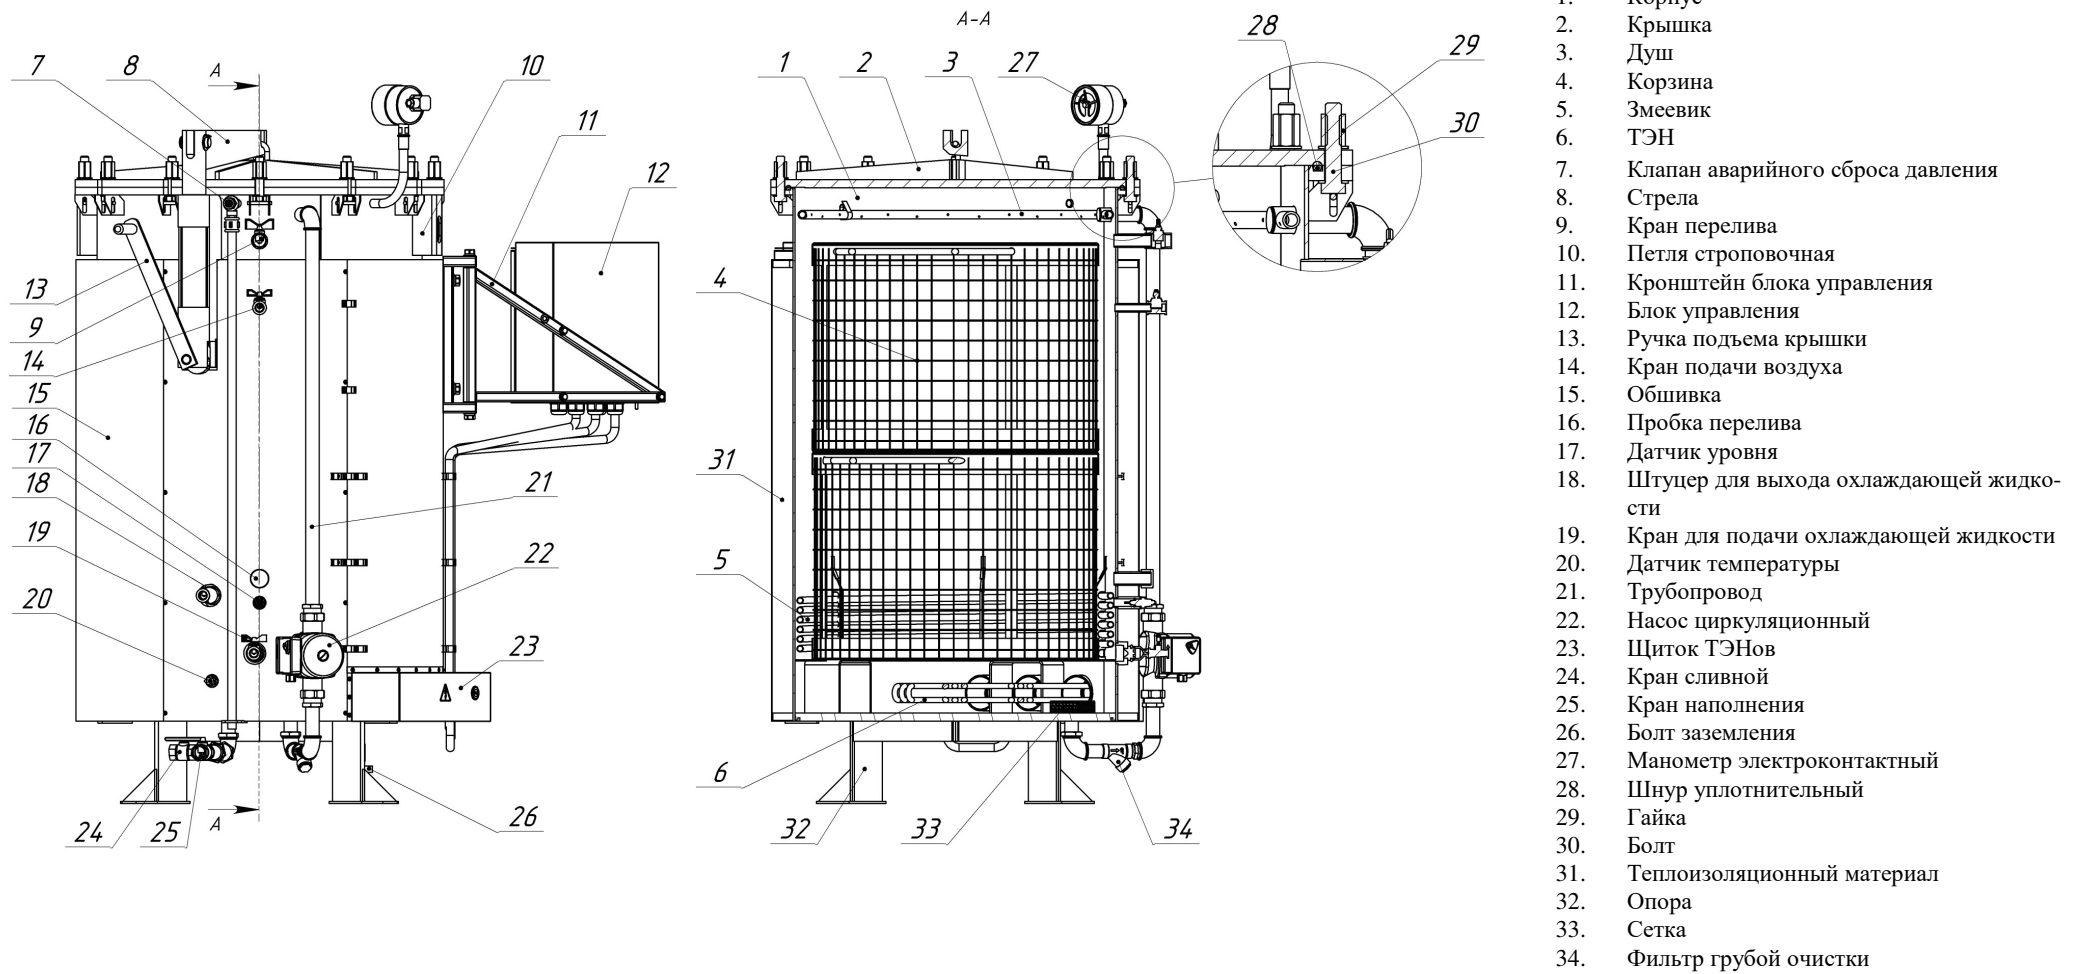

Рисунок 1. Автоклав ИПКС-128-500.
7.6 Подвести крышку 2 (рисунок 1) к фланцу корпуса автоклава и опустить крышку на фланец корпуса. При опускании крышки совместить пазы крышки и фланца корпуса. Накинуть болты 30 на крышку и затянуть гайки 29 (порядок затяжки перекрестный) таким образом, чтобы крышка плотно прилегала к фланцу корпуса 1. Усилие затягивания гаек не должно превышать 230 Нм .